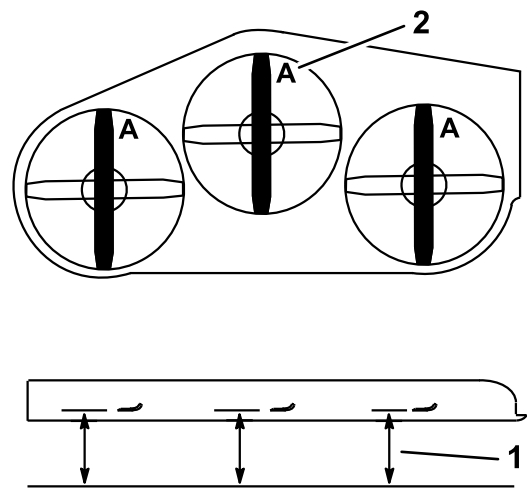

**Figure 89**
1. Examinez le tranchant des lames (**Figure 89**). Si les lames coupent mal ou présentent des indentations, déposez-les et aiguisiez-les. Voir Affûtage des lames (page 65).
2. Inspectez les lames, et plus particulièrement l'ailette (**Figure 89**). Remplacez immédiatement toute lame endommagée, usée ou qui présente une entaille (**Figure 89**).